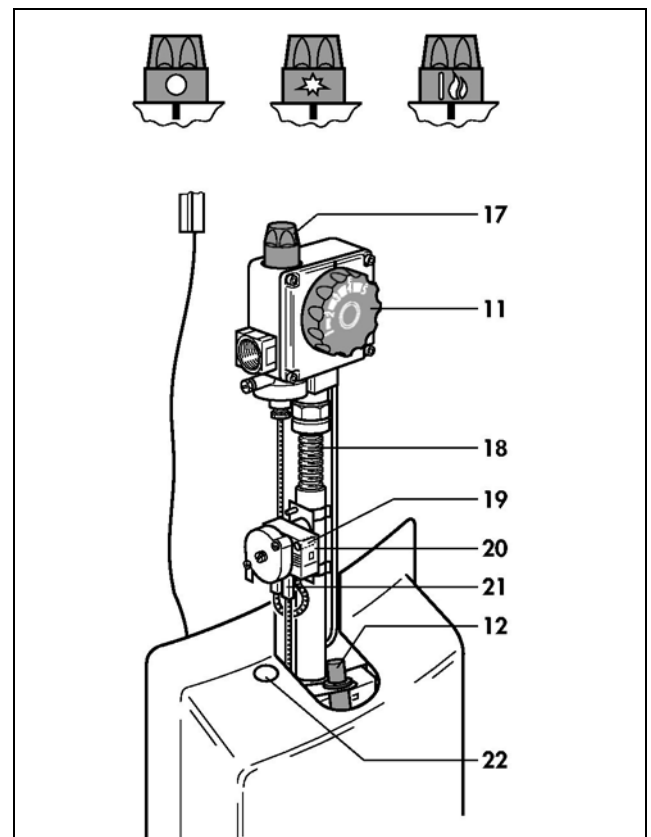

Рис. 3 Ввод в эксплуатацию
- Вдвиньте капиллярную трубку (51), вращая ее, через кабельный канал (29) (не сломать!).
- Надвиньте ограничитель температуры (20) с хомутом на соединительную трубку под регулятором температуры (11).
- Установите штекерный соединитель (см. главу 3, рис. 3) на ограничитель температуры (20).